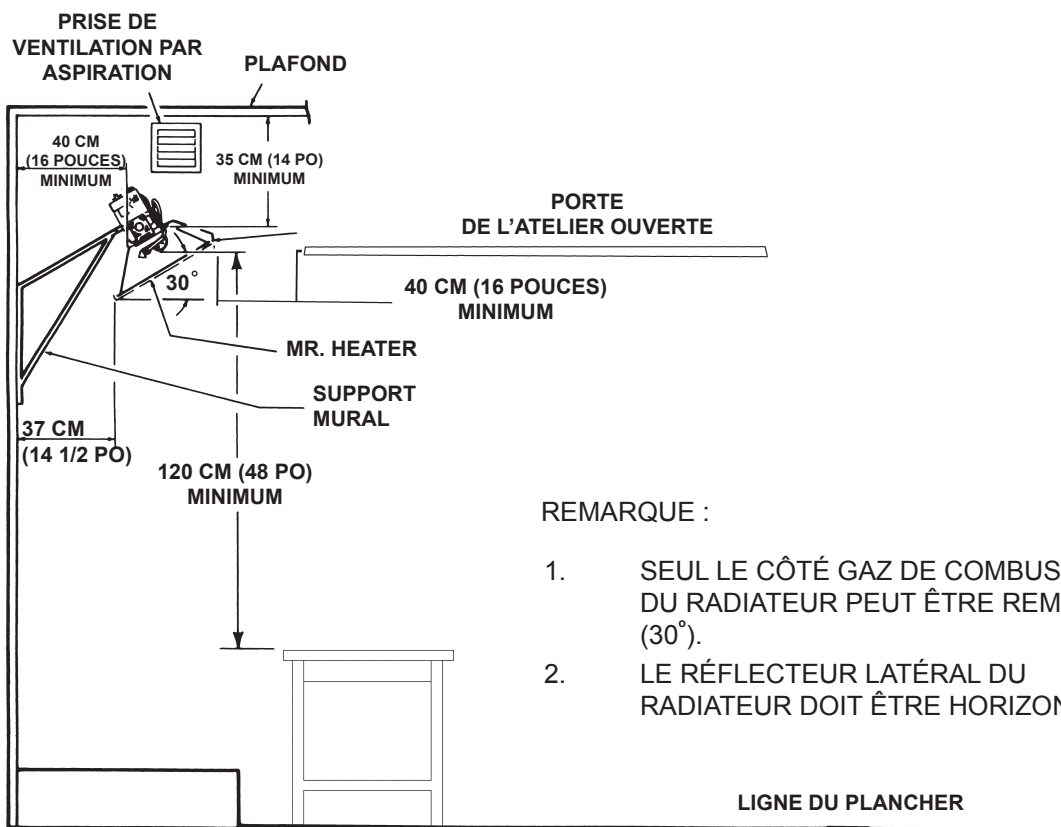

Figure 2. Distances entre l'installation et les surfaces combustibles
⚠ AVERTISSEMENT : Si le radiateur s'éteint, ventiler la pièce avant de le rallumer. Si le radiateur s'éteint continuellement, le faire réparer. Garder le brûleur et la zone de commande propres. Ouvrir la porte pendant cinq minutes. Conserver les écarts indiqués à la figure 2 ou sur la plaque signalétique du radiateur.
⚠ AVERTISSEMENT : Respectez les distances indiquées à la figure 2 ou sur la plaque signalétique du radiateur.
- Les distances minimales par rapport aux surfaces combustibles sont illustrées à la figure 2 et dans le tableau 3. Comme il est indiqué à la figure 2, le devant du radiateur est installé à la distance minimale requise des surfaces combustibles et orienté vers l'espace ouvert, et les autres côtés doivent être éloignés d'au moins 40 cm (16 pouces) des surfaces combustibles.